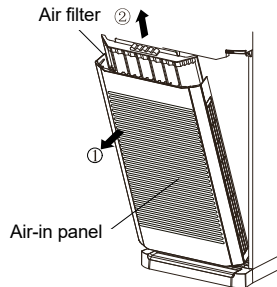

Fig. 2
3. Coloque duas pilhas 7 # (AAA 1,5 V) e certifique-se de que a polaridade "+" e "-" está correta (conforme mostrado na Fig 2③).
4. Reinstale a tampa (como mostrado na Fig 2④).
Abra o painel de acordo com a direção da seta ① na fig. 2 desencaixe o filtro de acordo com a direção da seta ② .